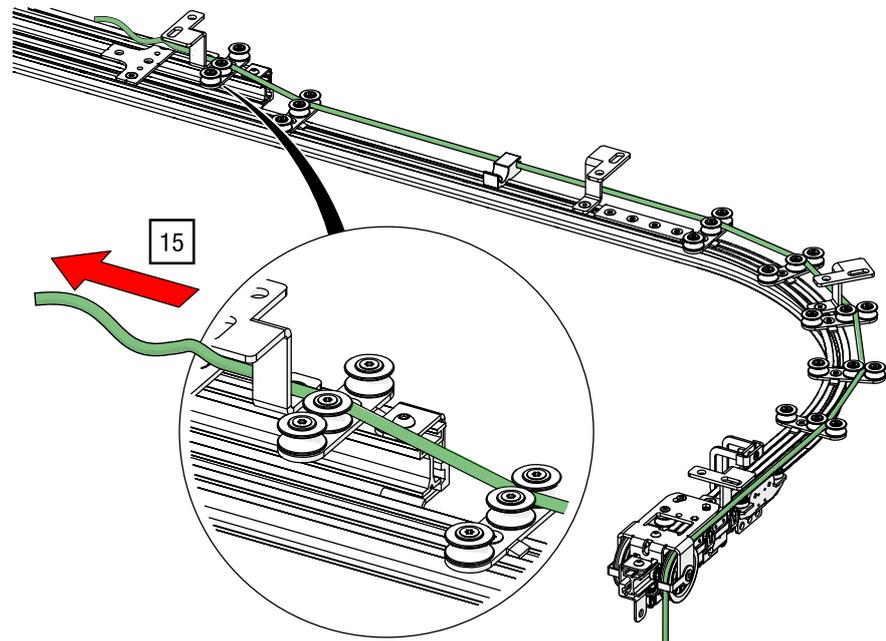

Abb. 96: Obenliegende Seilführung – Leiten von Seil auf zweiten Schienenlauf
15. Führen Sie das Seilende durch die zwei Umlenkrollen auf den zweiten Schienenlauf (siehe Abb. 96).